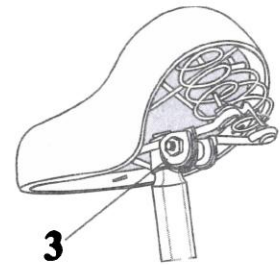

Рис.5
1. Установите подседельный штырь седла в замок седла и закрепите его гайкой 3 (Рис. 5). Затягивайте гайку до тех пор, пока вы не удостоверитесь, что штырь нельзя провернуть в замке.